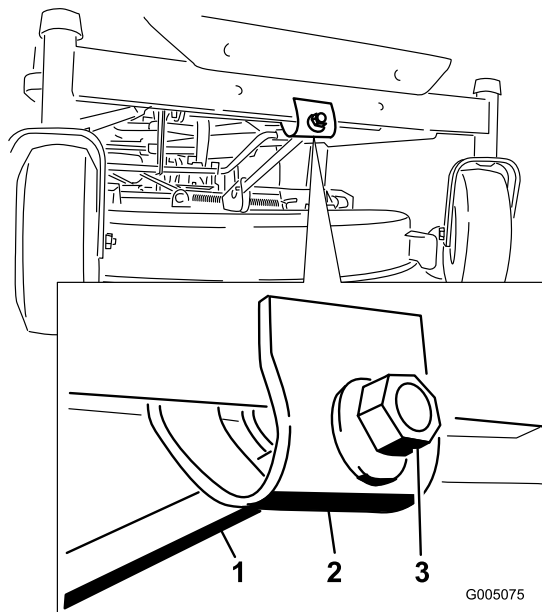

Figure 44
- Pour régler l'inclinaison avant/arrière des lames, tournez l'écrou de réglage à l'avant du plateau de coupe (Figure 44).